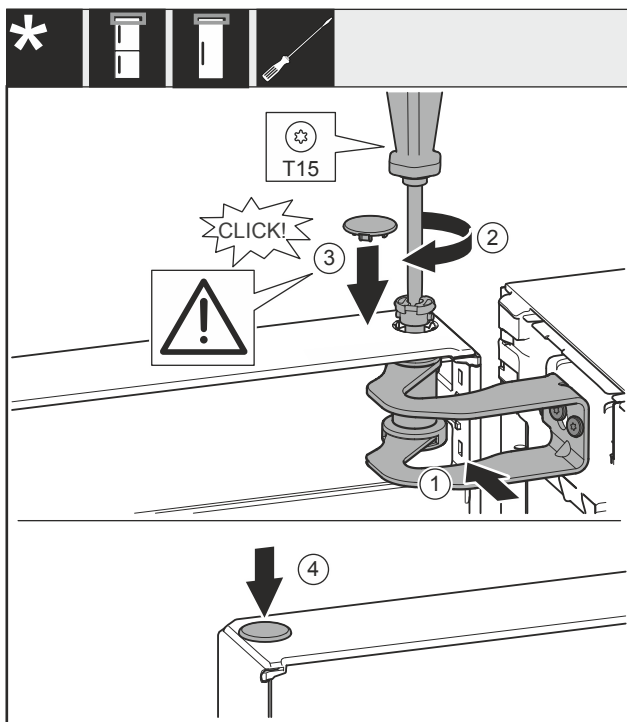

Fig. 54
- Allineare la porta all'apertura nella staffa di supporto Fig. 54 (1).
- Inserire i perni Fig. 54 (2) e stringerli con un cacciavite.
- Inserire la copertura Fig. 54 (3).
- Controllare che la copertura Fig. 54 (3) poggi sulla porta.
- Inserire la copertura Fig. 54 (4).